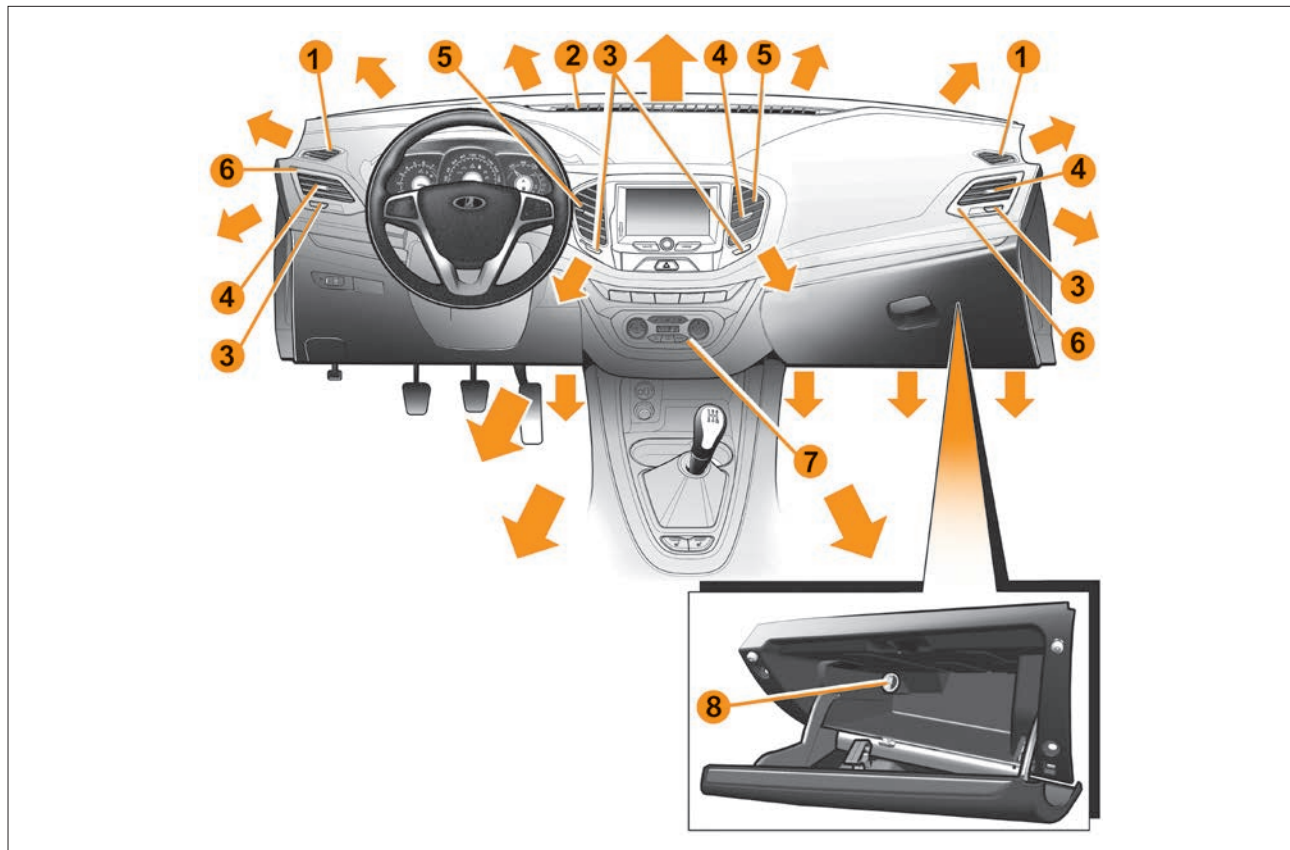

Рис. 3. Органы управления системой вентиляции и отопления салона
- 1 – сопла обдува (обогрева) боковых стекол (рис. 3);
- 8 – поворотная заслонка воздуховода охлаждения вещевого ящика (рис. 3). Функция охлаждения доступна в автомобилях с климатической системой «Комфорт» и «Люкс».
**В тёплое время года** рекомендуется направлять воздух в регулируемые сопла **5** и **6** (см. рис. 3) на панели приборов для лучшей вентиляции салона. Установите среднюю или максимальную скорость воздушного потока для эффективного удаления избытков тепла из салона. Нажмите кнопку , установите комфортное направление потока воздуха из